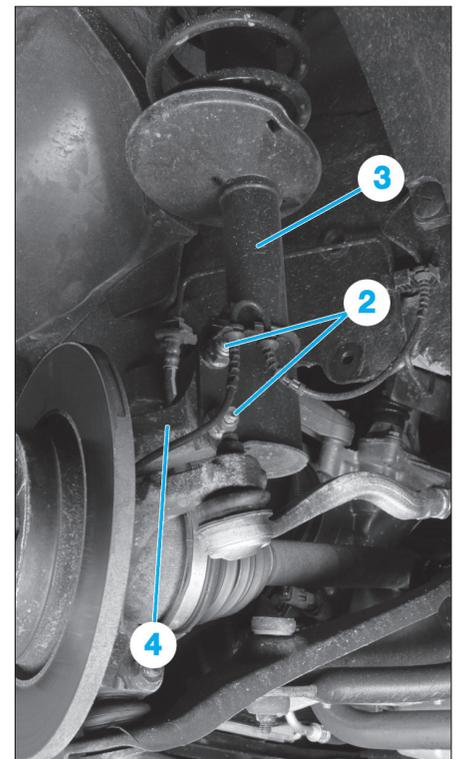

Fig. 3
- Déposer les 2 boulons (2) de d'amortisseur (3) sur le pivot (Fig.3).
- Dégager l'amortisseur (3) du pivot (4).